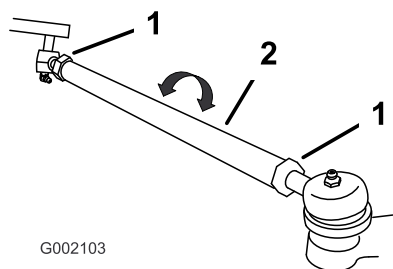

Рисунок 44
7. Если измеренное значение не находится в пределах от 0 до 6 мм, ослабьте зажимные гайки с обоих концов тяг (Рисунок 44).